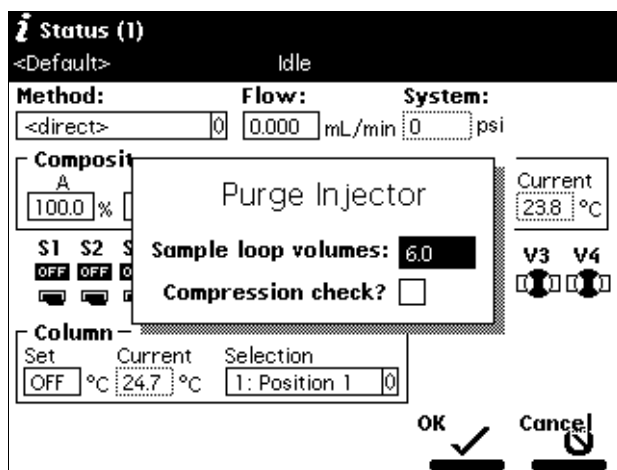

图 4-11 清除进样器对话框
2. 选择 **Purge Injector（清除进样器）** 选项，然后按 **Enter**。出现 Purge Injector（清除进样器）对话框（图 4-11）。